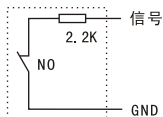
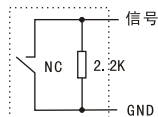

图 1
图 2
④. 分机在呼通管理中心状态下，可进行托管申请并留下简短语言说明。此后，当有访客呼叫住户时，系统将自动将呼叫请求切换至管理中心，由管理中心将住户留言转告知来访者。直至住户再次呼叫管理中心取消托管。
⑤. 分机在呼叫或对讲状态下按“”键可终止相应工作状态。
①. 正常情况下，状态指示绿灯闪亮，当为红灯长亮时，表示有新的短信或照片，可按一次“”键并从显示屏上读取信息内容，且听到“嘀”一声。阅读时间约为10秒，阅读次数为一次。若是在按“”键时听到忙音，表示线路忙，可稍后再查阅。
②. 在系统含有图片存储功能的前提下，住户可拥有16张（照片、私人短信）的存储和共享16张公共短信。在没有新的短信和照片的情况下，住户长按住“”键3秒钟以上可查看以前的短信和照片。住户查阅照片和短信顺序为（连续按“”键）：未阅公共短信→未阅私人照片和短信→已阅照片和短信。
①. 在待机无新短信的状态下，按一次“”键，分机显示屏打开，显示楼栋主机处的景象；按第二次“”键可关闭监视功能。
②. 显示屏也可在被打开的30秒后自动关闭。
①、分机报警探头连接：
a. 在分机的背后有八组报警方式选择插针座，从上至下依次是：烟感、瓦斯、红外、门磁及四组自定义防区。这些插针座在安装时应根据连接情况作出适当的选择：不连接报警探头的插针应插上短路块，否则会一直报警；连接报警探头的插针应拔出短路块，否则不能正常处理警情。在报警探头中有些是开路报警NO式（无报警时控制触点常闭，报警时控制触点断开），有些是短路报警NC式（无报警时控制触点常开，报警时控制触点接通），当探头报警方式为NO式时，应在探头触点间串接一2.2K电阻（如图1）；当探头报警方式为NC时，应在探头触点间并接一2.2K电阻（如图2）。连接电阻时应将电阻连在靠近探头触点端，这样可使分机探头在遭到强行拆卸时能正常发出警报声。每组探头端口可接多个相同的探头监测多个地点，方法是：NO式探头报警触点串联连接（如图3）；NC式探头报警触点并联连接（如图4）。